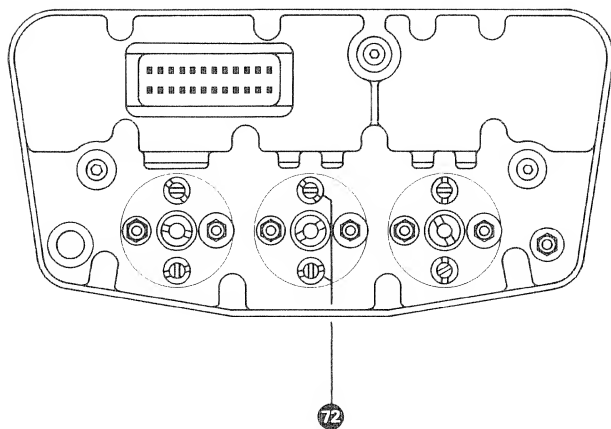

Fig. 7.5.—4
Nötigenfalls kann der Aufnahmetonkopf mit den Schrauben **72** (Fig. 7.5.-4.) neu einjustiert werden. Beide Schrauben sind dabei um die selben Winkelgrade gleichsinnig zu drehen. (Parallellage des Kopfspiegels zur Bandedebene).
10. The crosstalk levels must have the same amplitudes. If necessary, the record head can be re-adjusted with the screws **72** (fig. 7.5.—4). Both screws should be turned by the same amount and in the same direction. This is to avoid zenith being altered.